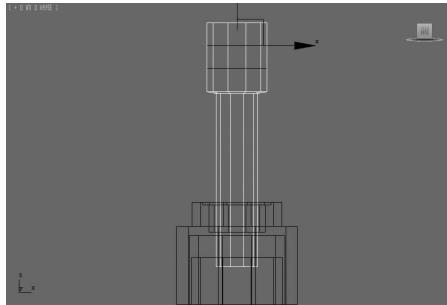

图5-97 连接边▲
(4)在“编辑边”的卷展栏中单击“连接”按钮右边的 \square 按钮,在弹出的对话框中,设置“分段”为2,单击“确定”按钮,得到的效果如图5-97所示。